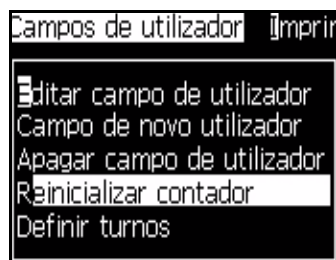

Figura 5-49: Selecionar Reiniciar contador
- 2 Selecione a opção *Reiniciar Contador* (veja Figura 5-49).